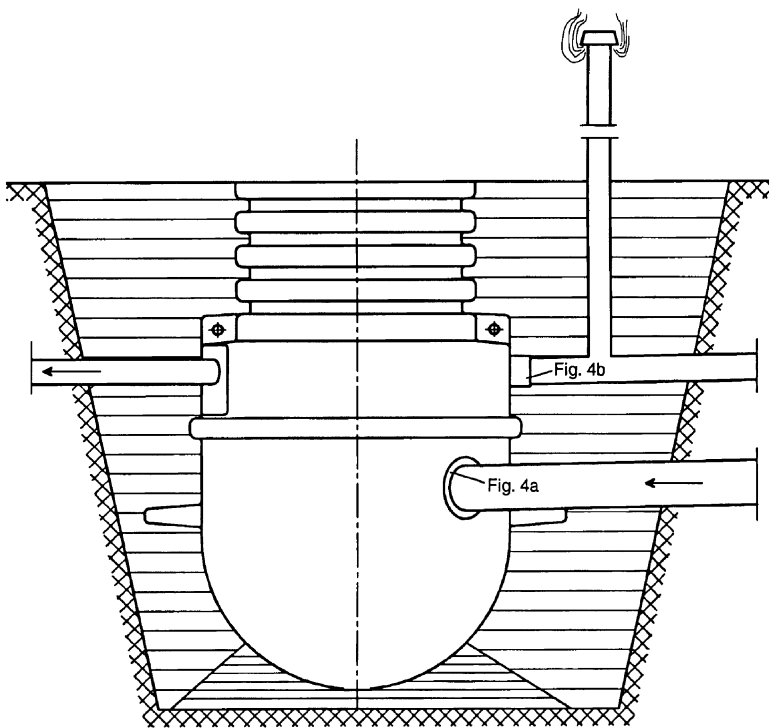

Fig. 3
- **Studzienkę syntetyczną** należy ustawić w wykopie całą dolną powierzchnią na piasku (grupa ziarnistości 0,32 mm), trochę nią poruszać i wyrównać do pionu (rys. 3). Przy montażu przedłużenia studzienkę syntetyczną należy umieścić na takiej głębokości, aby górna krawędź przedłużenia sięgała powierzchni gruntu. Maksymalna odległość między górną krawędzią studzienki do powierzchni gruntu: 700 mm lub odpowiednio do specjalnej długości przedłużenia.